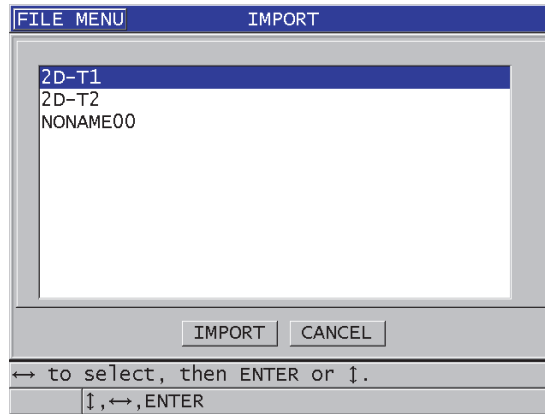

Figura 14-9 Pantalla IMPORTAR (IMPORT)
6. En la pantalla **IMPORTAR (IMPORT)** [ver Figura 14-9 en la página 294]: